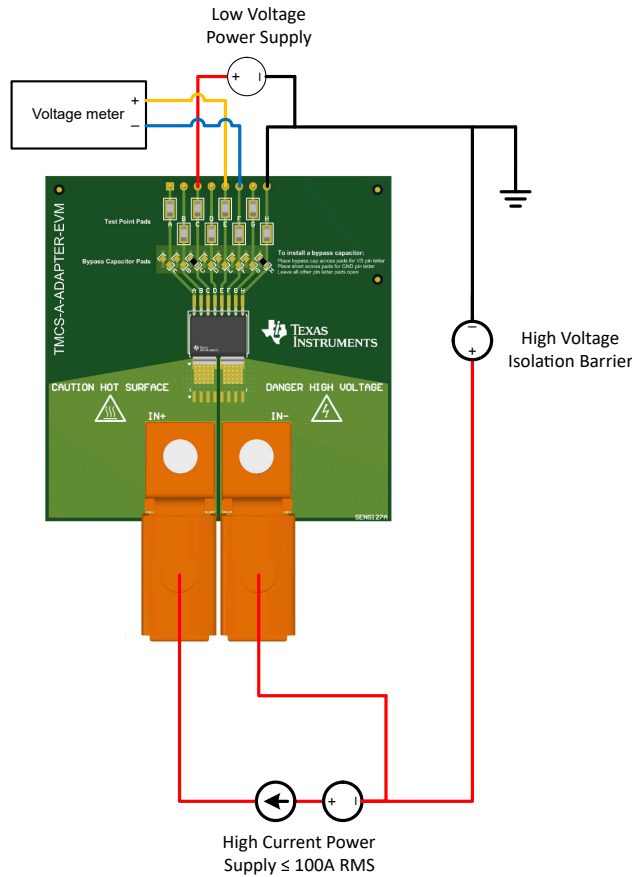
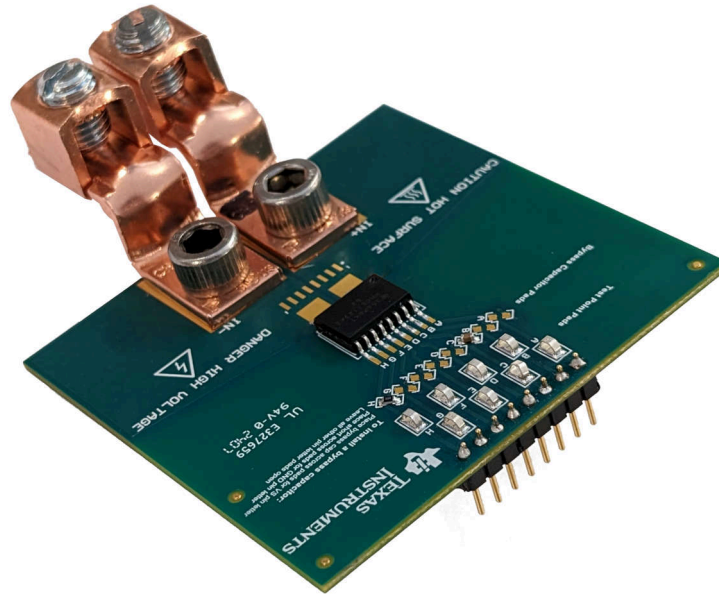

图 1-1. 用于增强型隔离的低侧正向电流设置
图 2-1. 带 TMCS1123 器件的完全组装式 EVM
以下是设置和使用 TMCS-A-ADAPTER-EVM 的说明。图 1-1 展示了使用 TMCS1123 引脚排列的简单设置示例。此器件可提供高达 1300V 直流电压的增强型隔离，外部电源按高电压 (HC) (对于负载) 和低电压 (LV) (对于 DUT 电源) 加以区分。HC 电源可以隔离，并具有与 LV 电源不同的电位。
- a. 例如，TMCS1123 器件分别将 DVG 封装引脚 8 和 3 用于 GND 和 V_s 。这些引脚分别对应于标有 **C** 和 **H** 的 EVM 布线，因此应将旁路电容器焊接到 **C** 上，并将跳线电阻器焊接到 **H** 上。相关图示如图 1-1 所示，下面的图 2-1 展示了图片。
1. 如图 1-1 所示，对于低侧测量，请将电子负载正极输入端子连接到能够提供所需最大负载电流的电源正极端子。对于高侧测量，请将电子负载正极输入端子连接到 EVM 的负载源端子 (IN+ 或 IN-)。对于正向电流的高侧测量，IN- 源到电子负载；对于反向电流，IN+ 源到负载。